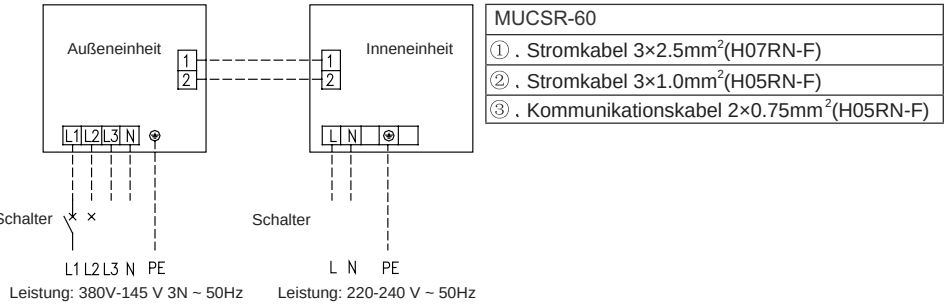

Abb. 42
- ① . Die Strom- und Luftventilkabel haben eine hohe Spannung. Die Kommunikations- und Stromkabel der Kabelbedienung haben eine niedrige Spannung. Deswegen sollten sie getrennt funktionieren, um elektromagnetische Störungen zu vermeiden.
- ② . Die Hochspannungs- und Niederspannungsleitungen sollten durch die Gummiringen der Klemmkastendeckel laufen.
- ③ . Das Verbindungskabel der Kabelbedienung und das Kommunikationskabel niemals zusammen bündeln. Verlegen Sie sie parallel, andernfalls kann das Gerät nicht ordnungsmäßig funktionieren.
- ④ . Die Hochspannungs- und Niederspannungsleitungen sollten getrennt und ordnungsmäßig mittels großen Schellen (Hochspannung) und kleinen Schellen (Niederspannung) befestigt werden.
- ⑤ . Die Verbindungs- und Stromkabel der Innen- und Außeneinheiten an den Klemmkasten mittels der Schrauben ordnungsmäßig festziehen. Ein fehlerhafter Anschluss kann Feuer verursachen.
- ⑥ . Wenn die Inneneinheitsverbindungs- (an die Außeneinheit) und Stromkabel nicht ordnungsmäßig angeschlossen sind, kann das Gerät beschädigt werden.
- ⑦ . Die Inneneinheit mit einem anpassenden Verbindungskabel (siehe Abb. 42) anschließen.
- ⑧ . Die Innen- und Außeneinheiten mittels eines Stromkabels erden.
- ⑨ . Die Einheit gemäß den entsprechenden lokalen und nationalen Normen erden.